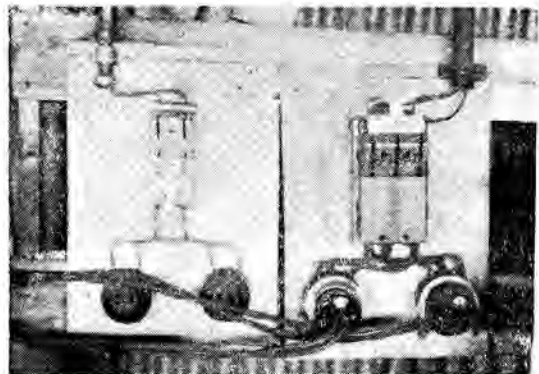

図 2 1個の開閉器から2回路接続してはいけない。
**開閉器の接続** 開閉器には一回路宛接続する。図2のように二回路以上接続することは望ましくなやいむを得ず二回路を接続するには、端子をこれに適する構造にすることが必要である。